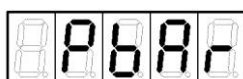

Рисунок 18
2. Кнопкой или установить на индикаторе обозначение "PbAr" (рисунок 18).